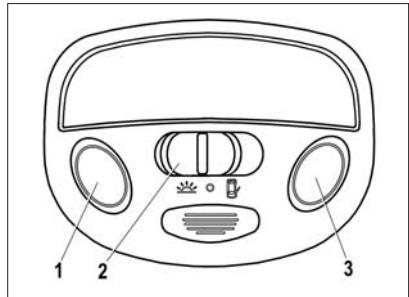

Рис. 186. Блок освещения салона
**В вариантом исполнении** вместо плафона устанавливается блок освещения салона (рис. 186), который включает в себя секции индивидуального освещения мест водителя и переднего пассажира, и секцию общего освещения салона. Левая и правая секции индивидуального освещения включаются/выключаются нажатием на левую 1 или правую 3 кнопки соответственно.